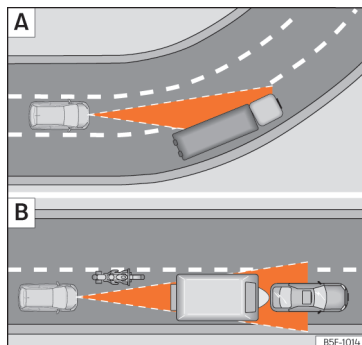

Abb. 119 [A] Fahrzeug in einer Kurve. [B] Vorausfahrender Motorradfahrer außerhalb des Erfassungsbereichs des Radarsensors.
Es ist möglich, dass die ACC das vorausfahrende Fahrzeug in der Kurve nicht erkennt oder die Entfernung zu Fahrzeugen einstellt, die sich auf anderen Fahrspuren befinden »» (Abb. 119)
- Versetzt fahrende Fahrzeuge oder Fahrzeuge, die außerhalb des Erkennungsbereichs des Sensors fahren, z. B. Motorräder »» (Abb. 119)